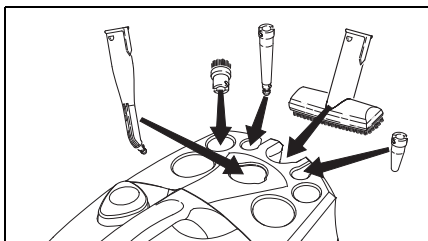

Fig. 1
- Placer la buse manuelle (E1) dans le support d'accessoires approprié (voir figure 1). **Remarque :** La buse à jet crayon (D1), la rallonge (D2), la brosse ronde (D3) et la brosse de puissance (D4) sont déjà installées.